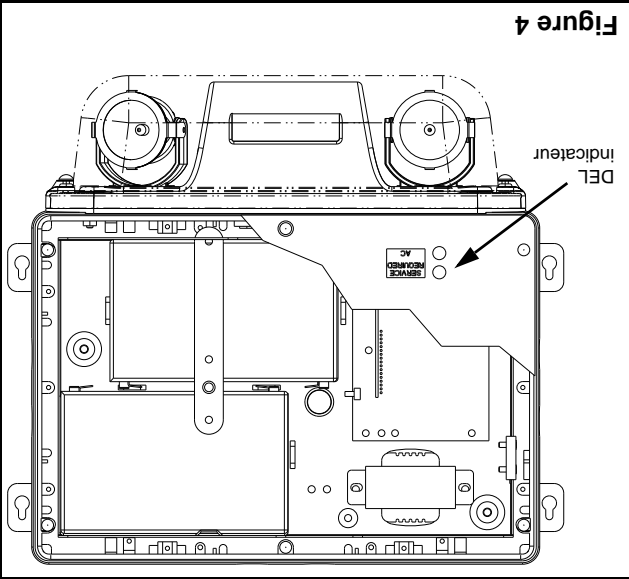

Figure 4
External: Service alarm, "Service Required". The LED will turn-on if any alarm condition is detected (see fig. 4 & 5).
Modèles auto-diagnostique (se référer à la figure 4):
- a. Retirer le couvercle de l'unité (3). Débrancher les lampes des terminaux (voir Fig 4) et enlever les vis du module électronique (8) et retirer le module électronique (3).